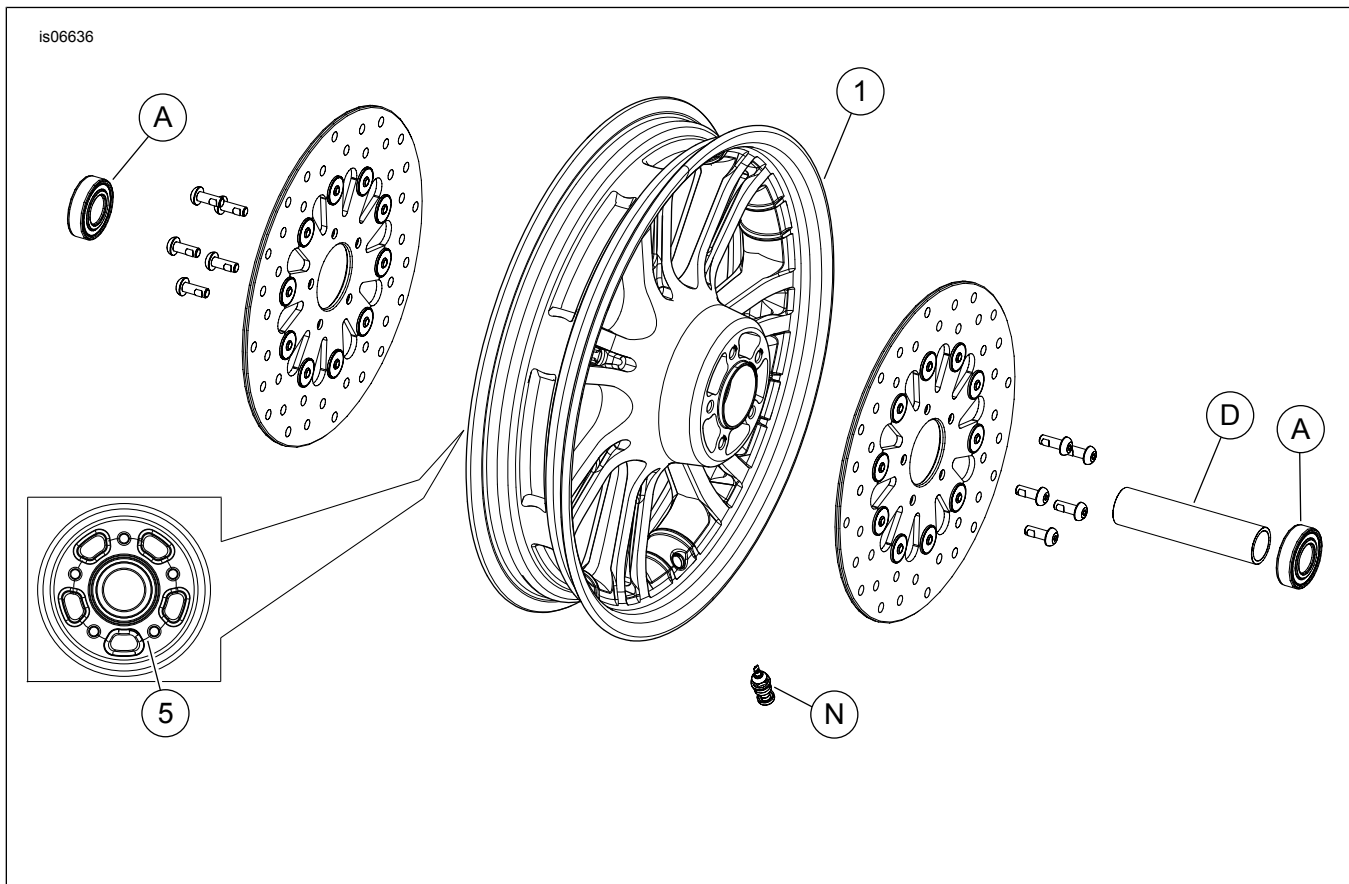

Figure 2. Pièces de rechange : KIT DE ROUE AVANT À 14 BÂTONS
2. Voir Figure 2. Installer l'ensemble de tige de valve (N) sur la roue. Voir PNEUS dans le manuel d'entretien.
La roue comporte une rainure usinée (élément 5, Figure 2) dans la face du moyeu pour identifier le côté droit.